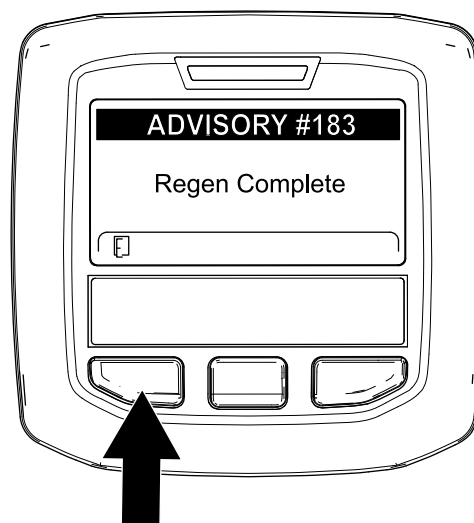

Figura 62
N.º 183 (Figura 62). Prima o botão esquerdo para sair para o ecrã inicial.